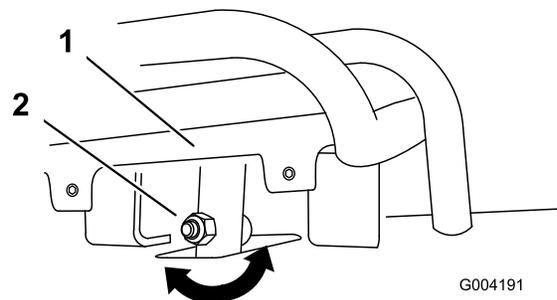
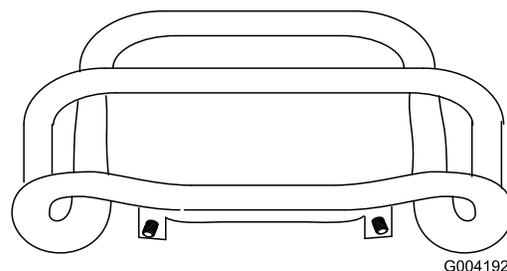

Figure 49
Figure 50
de référence, desserrez l'écrou et le boulon à embase de la tige de la commande de déplacement (Figure 49).
5. Réglez la commande de déplacement de sorte qu'elle soit de niveau et en appui contre la barre de référence lorsqu'elle est tirée tout droit en arrière (Figure 49 et Figure 50).
- C. Desserrez l'écrou et le boulon à embase dans la tige de la commande de déplacement (Figure 49).
I. Réglez la commande de déplacement de sorte qu'elle soit de niveau et en appui contre la barre de référence lorsqu'elle est tirée tout droit en arrière (Figure 49 et Figure 50).